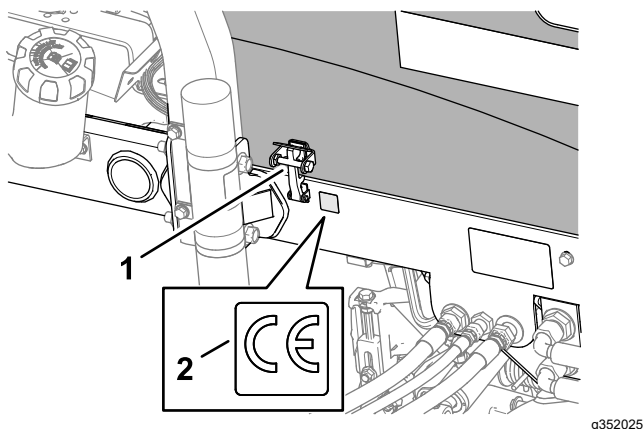

Figure 37
3. Utilisez de l'alcool pour nettoyer le cadre gauche près du loquet de capot, et laissez sécher le cadre (Figure 37).
4. Retirez le film protecteur et apposez l'autocollant CE sur le cadre, comme montré à la Figure 37.